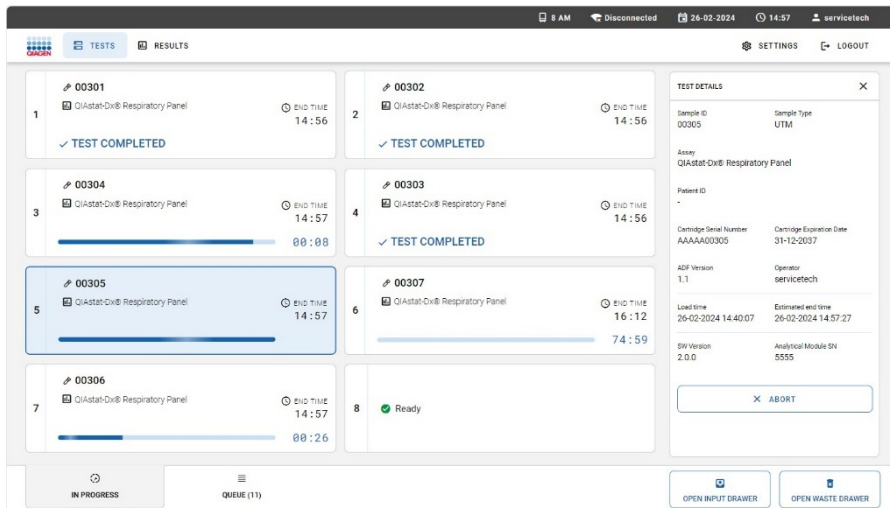

Abbildung 40. Abbrechen einer laufenden Probe.
Eine Probe kann abgebrochen werden, während der Testlauf im Analysemodul (AM) ausgeführt wird. Um eine Probe abzubrechen, gehen Sie zur Registerkarte **IN PROGRESS** (WIRD AUSGEFÜHRT) des Bildschirms **TESTS**, wählen Sie die Probe aus und drücken Sie die Schaltfläche **ABORT** (ABBRECHEN) unten rechts auf dem Bildschirm (Abbildung 40).